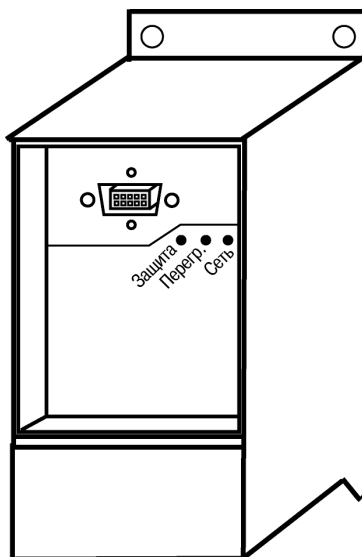
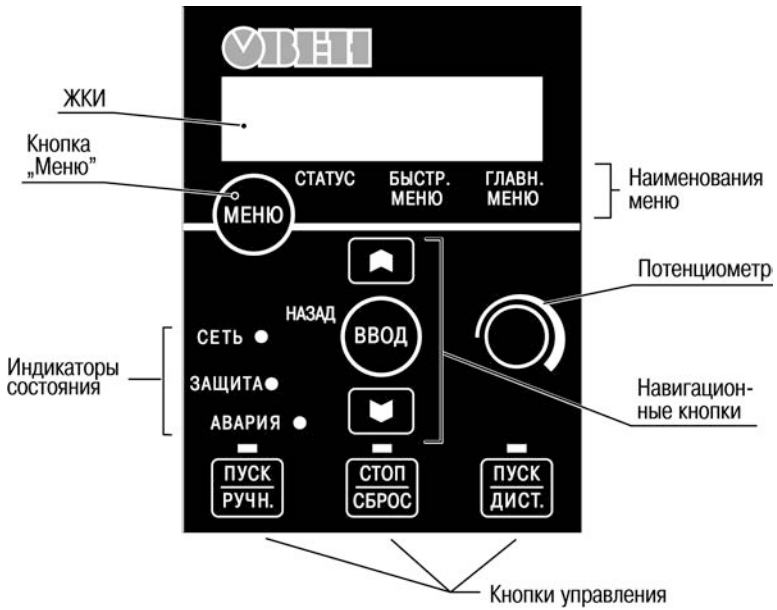

Рисунок 3.1 – Лицевая панель корпуса прибора
Рисунок 3.2 – ЛПО1 – Локальная панель оператора (с потенциометром)
3.1.1.1 Лицевая панель прибора разделена на два отсека (см. рисунок 3.1):
- ЛПО1 (с потенциометром), рисунок 3.2;
Отсек подключения ЛПО расположен в верхней части лицевой панели прибора (см. рисунок 3.1).
ЛПО1 разделена на шесть функциональных зон (см. рисунок 3.1), ЛПО2 (без потенциометра) – на пять функциональных зон (см. рисунок 3.2):